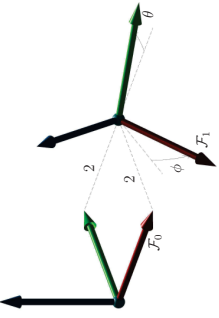

FIGURE 6.3 – Exercice 6.1(b).
- Dans le cas des deux référentiels montrés à la figure 6.3, trouver les matrices homogènes de transformation de base permettant de calculer  $\mathbf{H}_1^0$ .